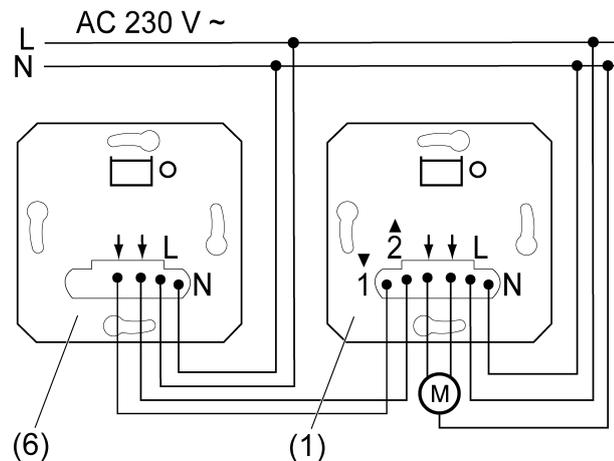
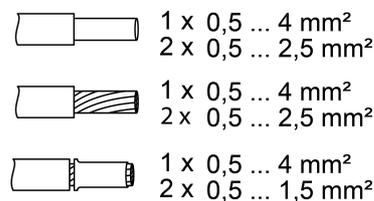

Figure 2: Mécanisme avec poste auxiliaire
Figure 3: Section de conducteur serrable
- Raccorder le mécanisme de store (1) (Figure 2). Lors de cette opération, respecter les sections transversales de conducteur pouvant être bloquées (Figure 3). En option : raccordement d'un poste auxiliaire (6). À la place du mécanisme de store, un bouton-poussoir de store ou commutateur de store mécanique peut également être utilisé comme poste auxiliaire.